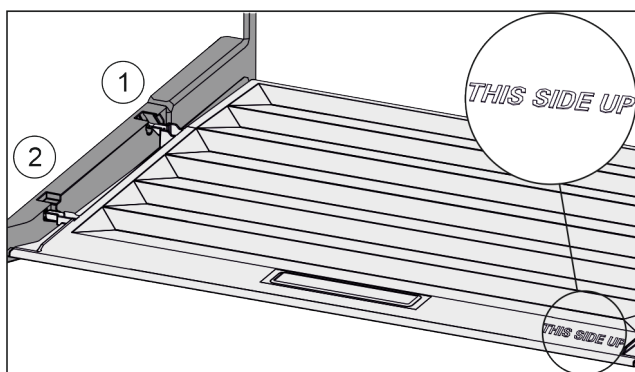

Fig. 158
- ▶ Juhtige kaane vahetoed tagumise hoidiku Fig. 158 (1) ava kaudu sisse ja fikseerige ees hoidikusse Fig. 158 (2).